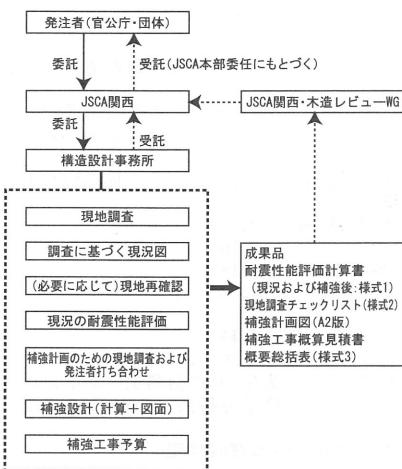

図1 JSCA関西における委託業務の流れ
「豊田市喜楽亭はほか6棟耐震補強設計委託」業務は、豊田市から市所有の文化財建造物を含む7棟の耐震補強設計を、JSCA関西支部が受託したもので、設計業務を官公庁から直接受託する初めてのケースである。委託内容は、限界耐力計算による木造軸組の耐震性能評価法に基づく耐震診断と補強設計一式（①現地調査、②現況図作成、③耐震性能評価（現況）、④補強計画図作成、⑤耐震性能評価（補強後）、⑥補強設計図作成、⑦工事費積算）および補強工事監理（①設計内容説明・施工方法打合せ、②中間検査、③完了検査）である。図1に、JSCA関西における業務の流れを示す。